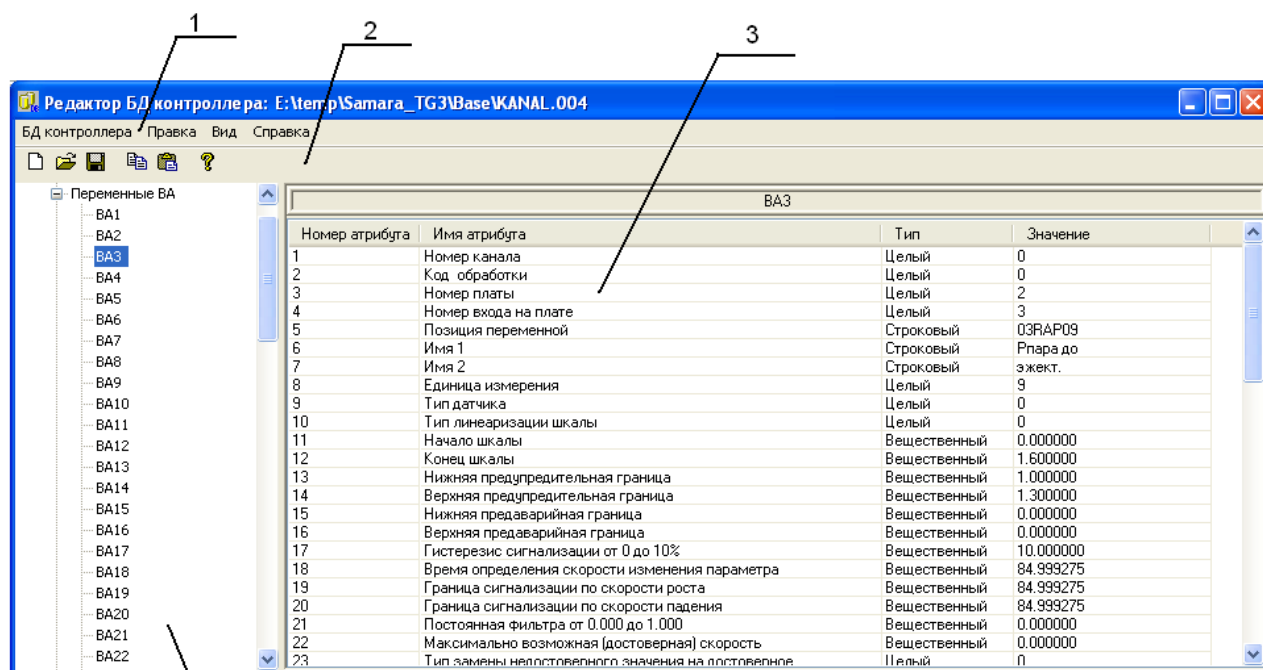

Рисунок 2.6 – Окно «Редактор БД контроллера»
Назначение атрибутов переменных (рисунок 2.6) смотрите в документах «Интегрированная среда разработки ИСР КРУГОЛ». Руководство пользователя или «Модульная интегрированная SCADA КРУГ-2000. Генератор базы данных. Руководство пользователя. Часть 2»
- 2 В появившемся окне «Редактор БД контроллера» (рисунок 2.6) задать/изменить описание базы данных.